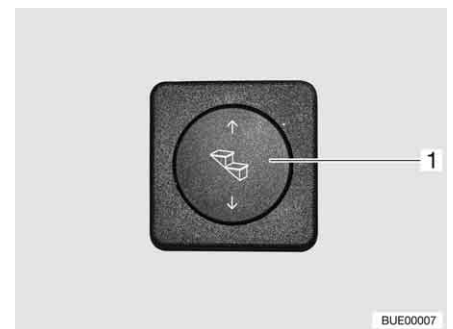

Fig. 13 Bouton poussoir marchepied
*Sortir :* ■ Appuyer sur le bas du bouton-poussoir basculant (Fig. 13,1) et le maintenir pressé (pendant au moins 3 secondes) jusqu'à ce que le marchepied soit entièrement sorti.
*Ressortir :* ■ Appuyer sur le bouton-poussoir basculant (Fig. 13,1) vers le haut jusqu'à ce que le marchepied soit entièrement ressorti.